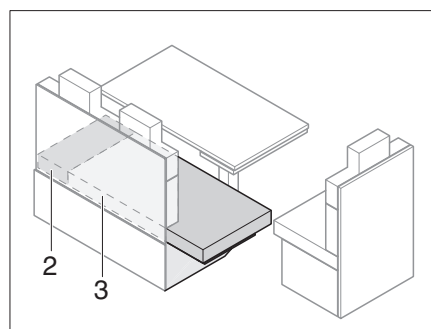

Bild 142 Efter förstoringen
- Dra sittdynorna (Bild 142,3) på sittbänksförlängningen.
- Skjut in extradynan (Bild 142,2) mellan sittdynorna (Bild 142,3) och ytterväggen.
- Ta bort extradynor (Bild 142,2).
- Dra sittdynor (Bild 142,3) på sittbänken.